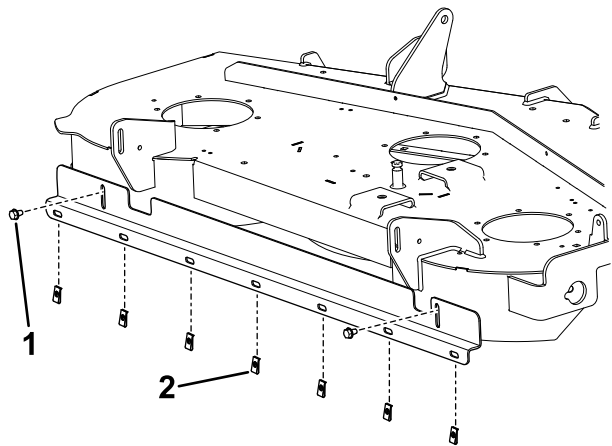

Figure 3
4. Fixez le support dans les trous à l'aide de 2 boulons autotaraudeurs (Figure 3).
5. Placez 7 écrous rapides dans les trous libres du support (Figure 3).